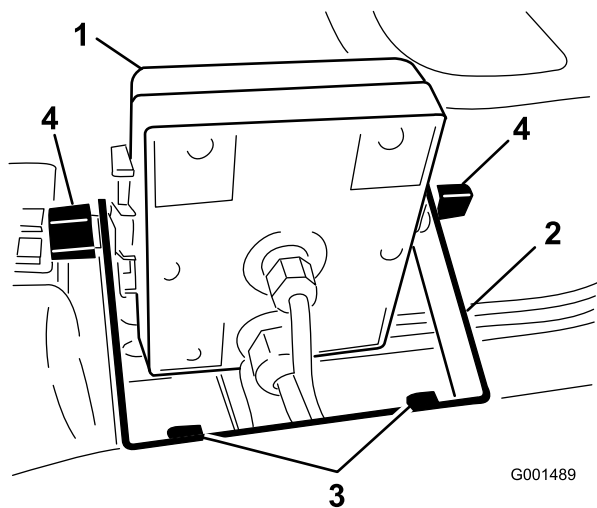
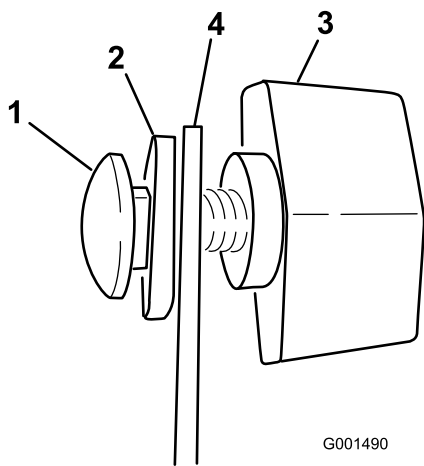

Figura 5
Figura 6
2. Montate la staffa del monitor bracket sulla plancia (Figura 5) usando due bulloni a testa flangiata (1/4 x 3/4 poll.) e due dadi flangiati (1/4 poll.).
- Montate sulla staffa, senza serrarli, i due bulloni a testa tonda, le rondelle elastiche e le manopole, come illustrato nelle Figura 5 e Figura 6.
- Montate il monitor Spray Pro sopra la testa dei bulloni a testa tonda (Figura 5) quindi serrate le manopole per ancorarlo.